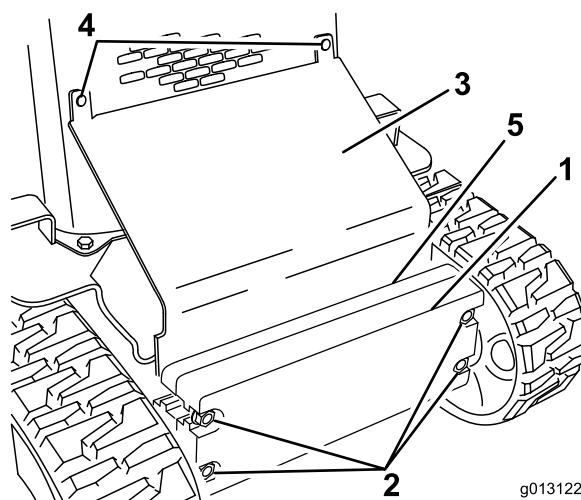

Figura 29
2. Afloje los pernos que sujetan los pesos (Figura 29).
3. Retire los pernos de cuello cuadrado y las tuercas que sujetan la chapa inclinada (Figura 29).
10. Deslice la chapa inclinada entre el bastidor y los contrapesos, y fíjela a la rejilla delantera usando los pernos de cuello cuadrado y tuercas que retiró anteriormente (Figura 29).
11. Apriete los pernos que sujetan los contrapesos delanteros (Figura 29).